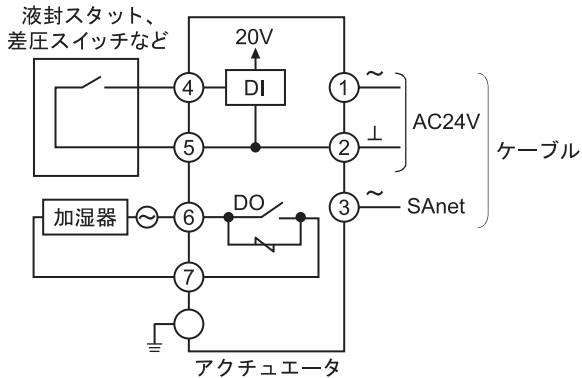

図15 結線例 (基本配線接続例)
- \* 『図15 結線例』を参照して、正しく接続してください。